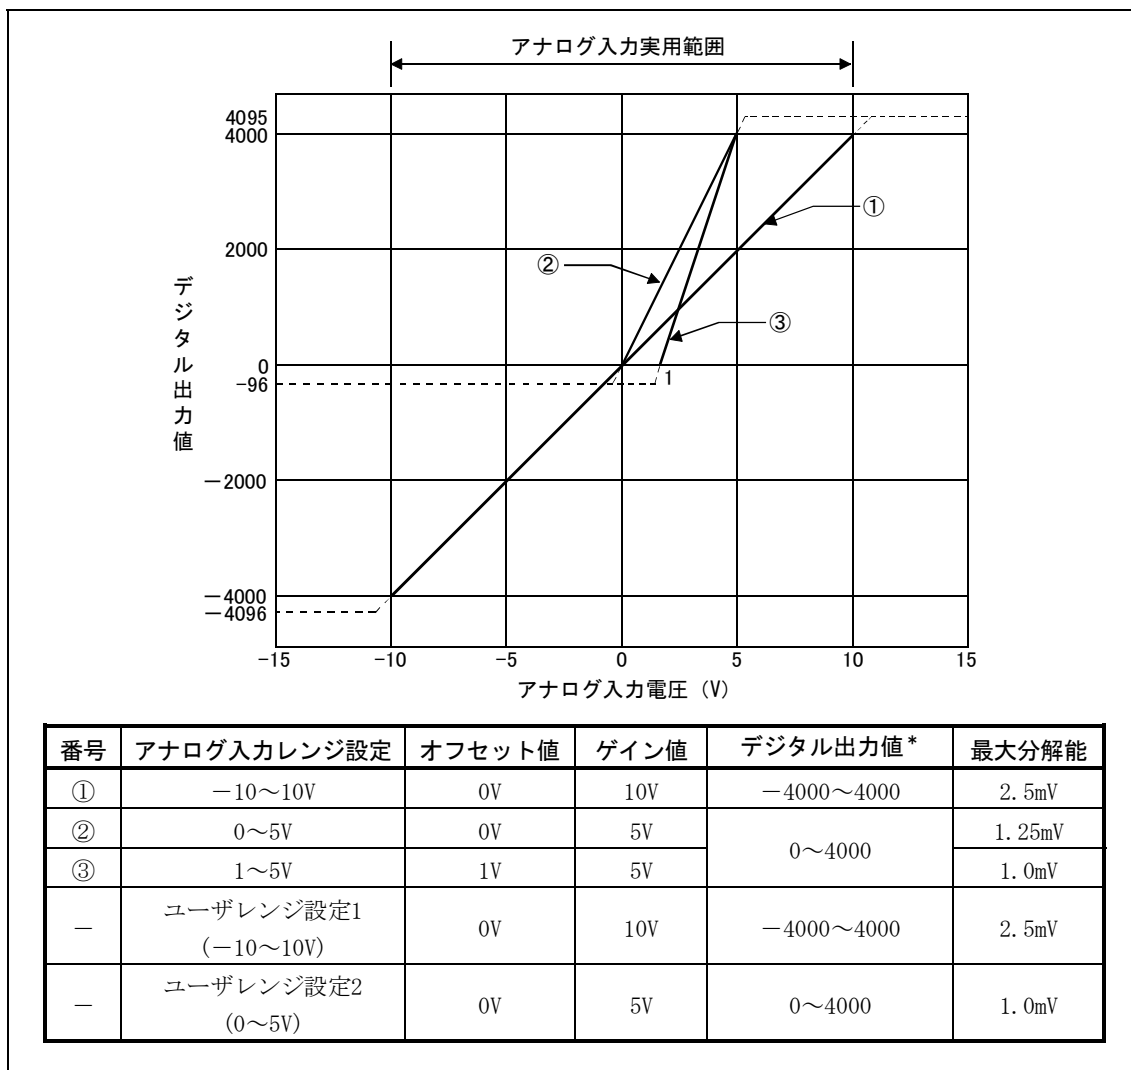

図3.1 電圧入力特性
(3) 各入力レンジのアナログ入力範囲およびデジタル出力範囲の範囲内のとき、最大分解能、精度は性能仕様の範囲となりますが、その範囲を超過すると性能仕様の精度に入らないことがあります。(図3.1の点線部分の使用は避けてください。)
(4) ユーザレンジ設定のオフセット値およびゲイン値は下記の条件を満たす範囲で設定してください。 <ul style="list-style-type: none">(a) ユーザレンジ設定1選択時の設定範囲：$-10 \sim 10V$(b) ユーザレンジ設定2選択時の設定範囲：$0 \sim 5V$(c) (ゲイン値) > (オフセット値) <p>(a) または (b) の設定範囲外を設定しようとした場合、「RUN」LEDが0.5s間隔で点滅します。</p> <p>設定値を設定範囲内の値にして設定してください。</p> <p>(c) の条件外を設定しようとした場合、「RUN」LEDが0.5s間隔で点滅します。</p> <p>再度設定をやり直してください。</p>